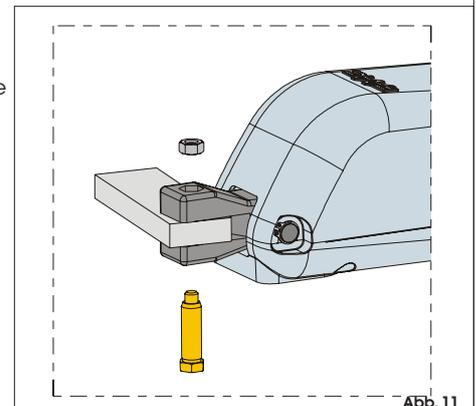

Abb. 11
8) Den Antrieb am hinteren Bügel mit Hilfe der im Lieferumfang enthaltenen Stifte befestigen, siehe Abb. 11.